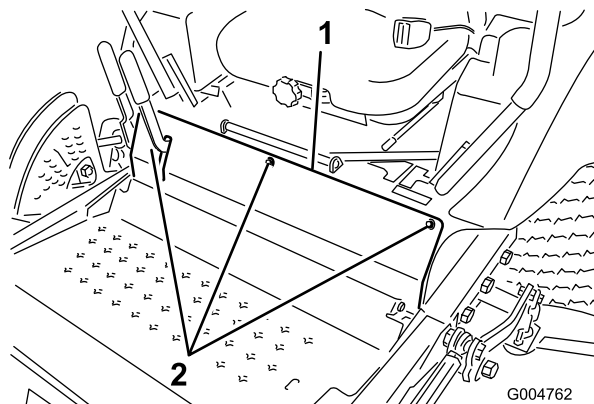

Figura 54
2. Togliete i bulloni che fissano il pannello anteriore, e rimuovete il pannello (Figura 54).